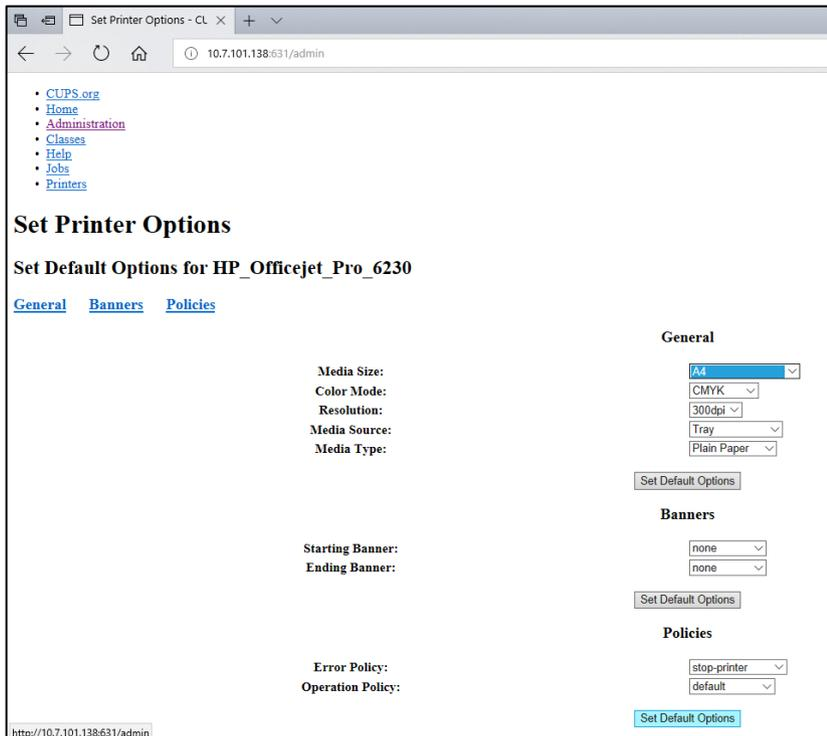

Abbildung 104. Auswahl des richtigen Medienformats.
7. Wählen Sie das korrekte Media Size (Medienformat) (z. B. A4) aus, da einige Drucker nicht drucken, wenn das Papierformat falsch eingestellt ist. Speichern Sie anschließend die Auswahl, indem Sie auf **Set Default Options** (Standardoptionen festlegen) (Abbildung 104) drücken.